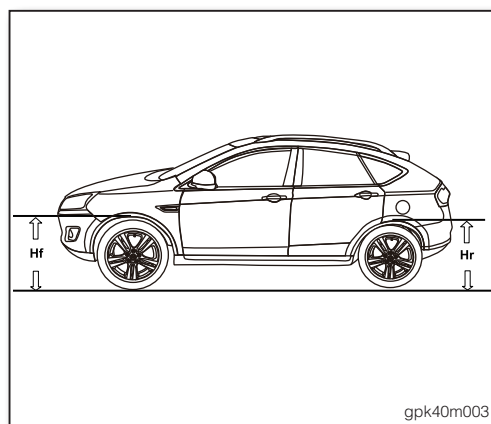

图3
- 车辆在空载状态下，检查轮弧顶端到地面的轮弧高度“Hf”与“Hr” (如图3)。